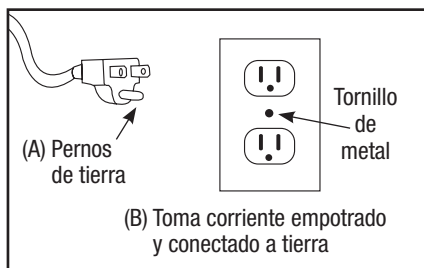

FIGURA 3
- La sierra eléctrica profesional esta diseñada para ser conectada en un toma corriente empotrado y conectado a tierra como el que se encuentra en la FIGURA 3(B). Además esta sierra tiene un toma corriente de tierra como el de la FIGURA 3(A). Los pernos rígidos extendidos de el adaptador de color verde deben de ser conectados a un toma corriente conectado a tierra.